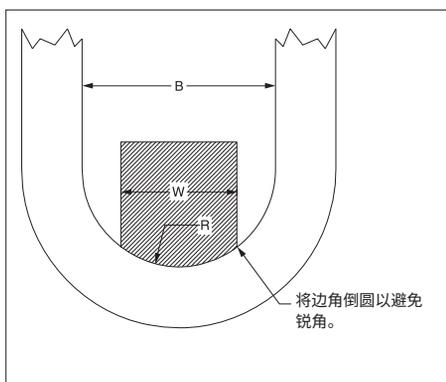

图1
Crosby 主环及主环组件根据 ASTM A952 和 EN-1677-4 使用专用工装进行验证试验。设置专用工装的目的是避免在验证试验中出现局部点载荷。在验证试验载荷下施加点载荷可能导致永久变形。ASTM A952 规定验证试验工装的最大宽度 (W) 不得超过主环内宽 (B) 的 60%。EN 1677-4 规定验证试验工装的最大宽度 (W) 不得超过主环内宽 (B) 的 70%。工装的半径 (R) 为主环内宽的一半。图 1 显示了一个专用工装示例的示意图。注意工装的边角必须做圆弧倒角处理,以确保在受力状态下,锐利边缘不会与主环接触。